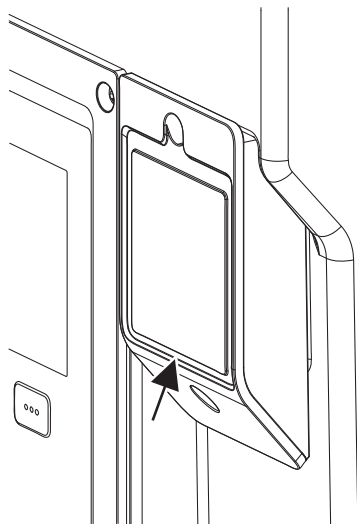

Fig. 28: Pārsegs Wilo-Smart Connect modulim BT
1. Atskrūvējiet Wilo-Smart Connect moduļa pārsega skrūvi (Fig. 28) un atveriet pārsegu.
Wilo-Smart Connect moduli BT tā konstrukcijas dēļ var iespraust tikai vienā pozīcijā. Papildu moduļa fiksācija netiek veikta. Wilo-Smart Connect moduļa pārsegs (Fig. 28) uz elektronikas moduļa augšdaļas stingri notur moduli saskarnē.